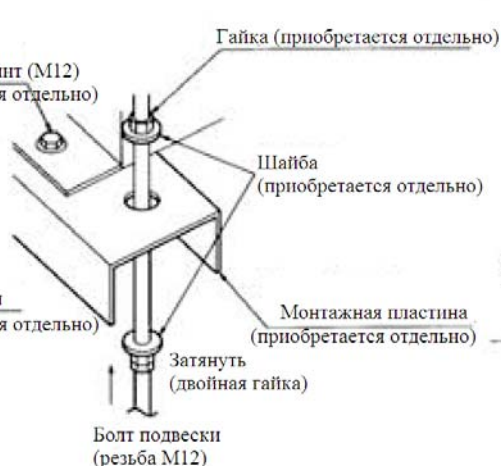
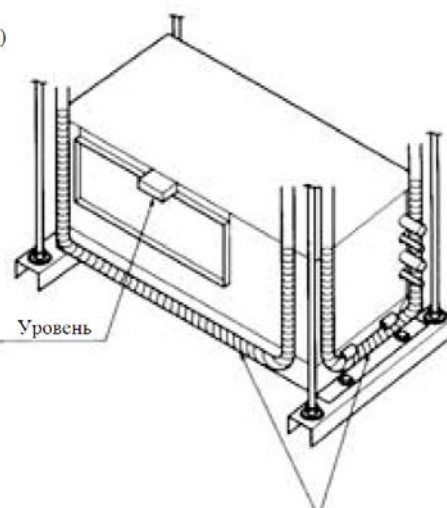

Рис. 6
Рис. 7
- Снимите картонные накладки и срежьте концы заглушки (заглушек), а затем нагрейте трубы и удалите заглушки (Рис. 7).
- (1) Закрепите блок на монтажной плите (приобретается отдельно) в четырех местах с помощью винтов М4.
- (2) Соедините монтажную плиту с болтом подвески. Зафиксируйте ее с помощью шайб и гаек с верхней и нижней сторон скобы (см. Рис. 6).
- (3) Отрегулируйте высоту установки блока.
- (4) Убедитесь, что поверхность блока горизонтальна (см. Рис. 7).
- (5) Затяните верхние гайки.